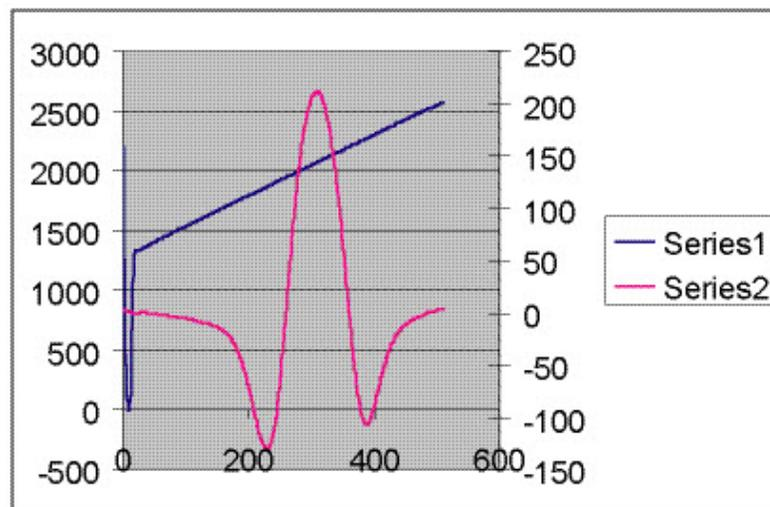

Figura 3-11 Representación gráfica de un archivo de datos en Excel
6. Escoja el tipo de gráfico **X-Y (Dispersión)** y el subtipo **Líneas suavizadas sin marcadores**. Haga clic en **Finalizar** para mostrar un gráfico del espectro, como se ilustra en la Figura 3-11.